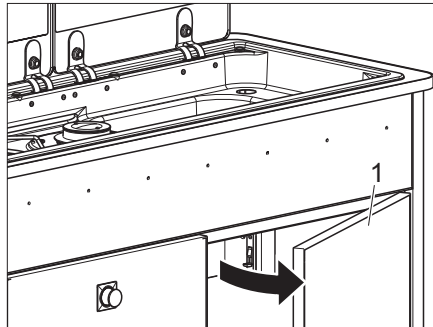

Figure 81 Ouvrir la porte de l'armoire
- Ouvrir la porte de l'armoire (Figure 81,1).
- Refermer la porte de l'armoire (Figure 81,1).